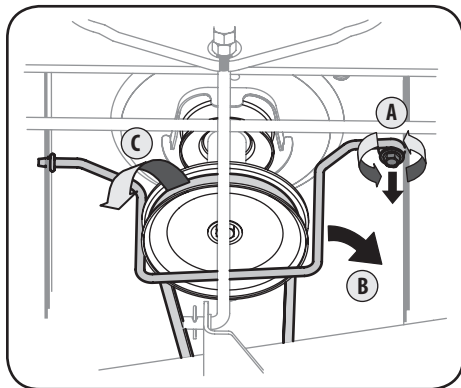

Figura 4-8
- Retire la varilla de la guarda de la correa, alrededor de la polea del motor del tractor, sacando el tornillo autoroscante (A) que le asegura. Consulte la Figura 4-8.
- Retire la correa (C) de alrededor de la polea del motor del tractor y de las poleas locas. Consulte la Figura 4-8.